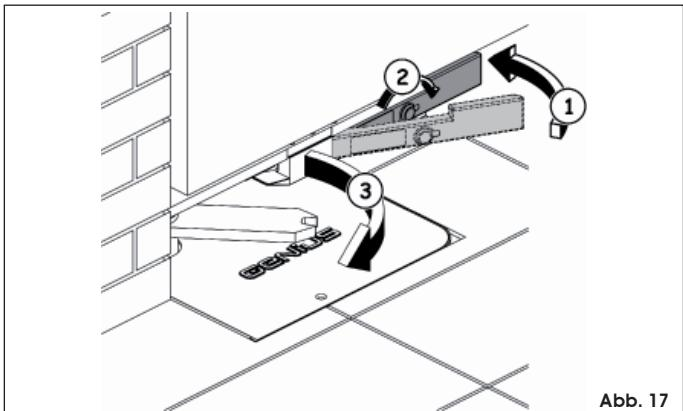

Abb. 17
- Hebel wieder eindrücken (Abb. 17 Bez. ①)
- Schlüssel in das Schloß einstecken und bis zum Anschlag gegen die Pfeilerrichtung drehen (Abb. 17 Bez. ②)
- Torflügel manuell betätigen, bis das Elektroschloß in den Verriegelungsbügel einrastet (Abb. 17 Bez. ③)